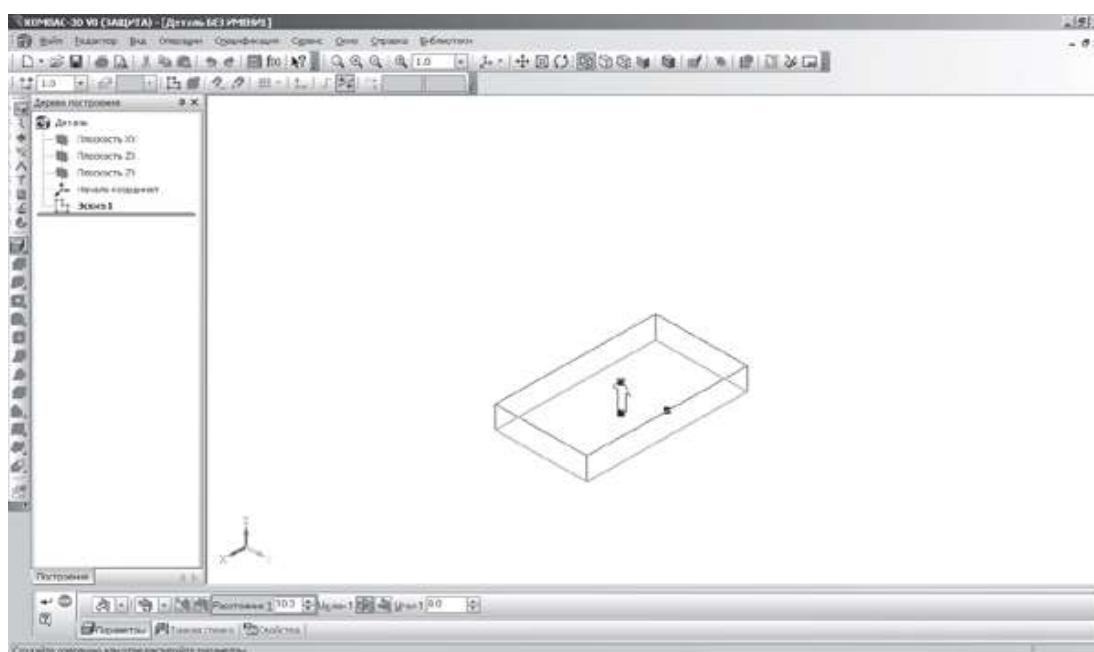
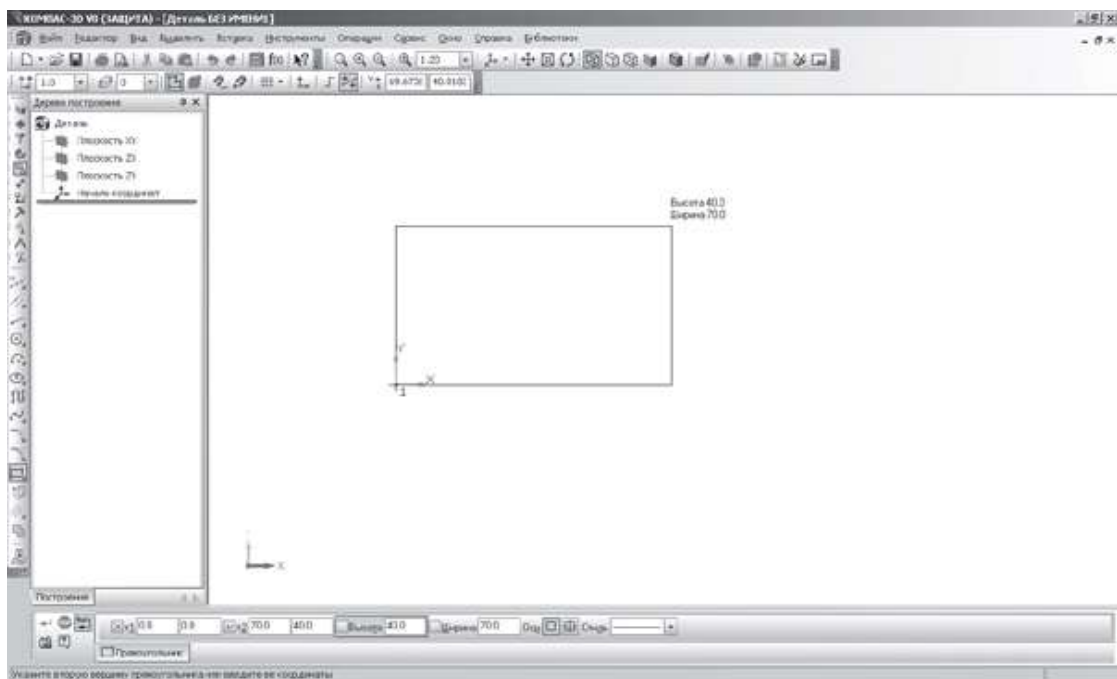

Рис. 8.8. Режим Деталь
Рис. 8.9. Режим Эскиз
Изначально интерфейс окна документа **Деталь** находится в режиме **Деталь** (рис. 8.8). Интерфейс может находиться в режиме **Эскиз** (рис. 8.9). Переход в режим **Эскиз** осуществляется кнопкой **Эскиз** на панели **Текущее состояние**. Переход в режим **Эскиз** возможен, если в **Дереве модели** выделена плоскость. Модель плавно изменит ориентацию таким образом, чтобы выбранная вами плоскость разместилась параллельно экрану (то есть по нормали к линии взгляда). Для перехода в режим **Эскиз** можно также воспользоваться контекстным меню выбранной плоскости в **Дереве модели**, щёлкнув в нём команду **Эскиз**.
- Построить объемную деталь подобно изображенной на рис. 8.8.